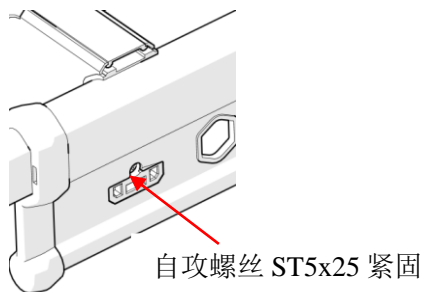

图 10
- b. 安装衣杆组件：托起衣杆，用 ST5*25mm 的自攻螺丝，将衣杆与衣杆支撑板固定在一起，如图 10 所示。